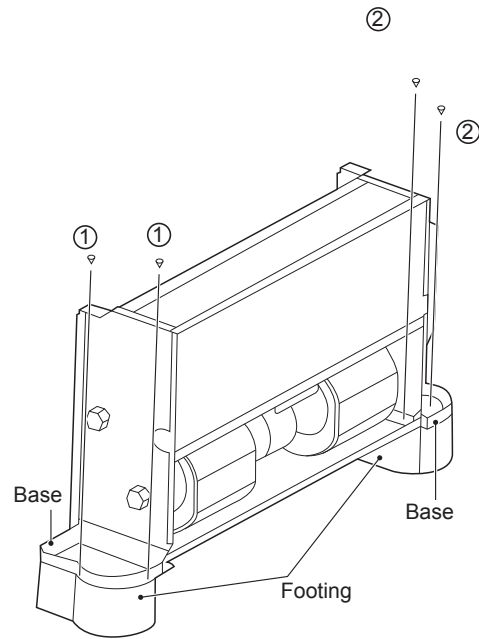

Figura 5-3
Las patas que se muestran en la Figura 5-3 son opcionales. Puede adquirirlas por separado e instalarlas como se indica a continuación:
2. Coloque los orificios de montaje de la base de la unidad en la clavija de centrado de las patas e instale los tornillos ① \*2 y ② \*2 para fijar las patas como se muestra en la Figura 5-3.